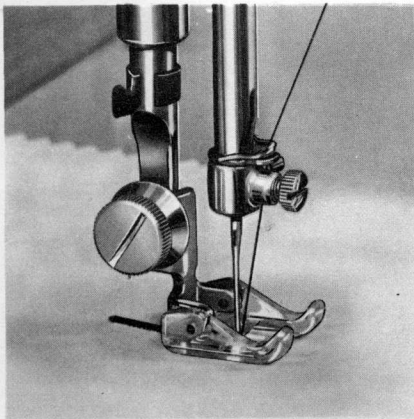

FIG. 76
- 4/C-35 Exécuter le premier bout de cordonnet (voir fig. 76).